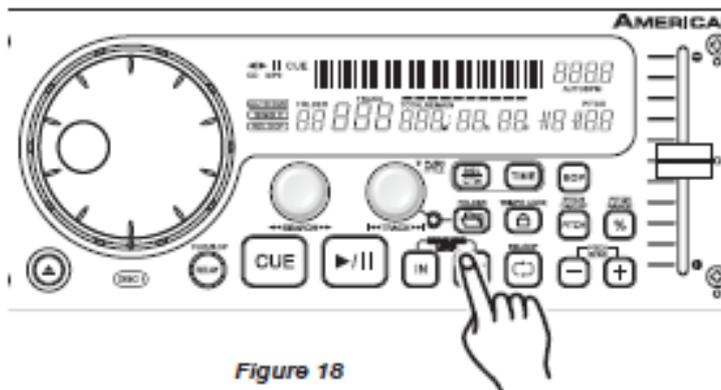

Figure 18
SORTIR D'UNE BOUCLE : Pour sortir d'une BOUCLE PARFAITE, appuyez sur le **BOUTON OUT (16)**. Les LED du **BOUTON IN (17)** et du **BOUTON OUT (16)** resteront allumées, mais arrêteront de clignoter. La lecture normale de la musique reprendra alors (Figure 18). Les LED du **BOUTON IN (17)** et du **BOUTON OUT (16)** resteront allumées pour vous rappeler qu'une boucle est stockée en mémoire.